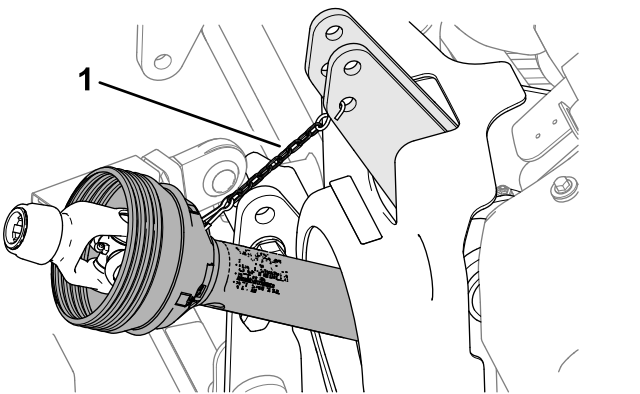

Рисунок 51
8. Используйте предохранительную цепь щитка для удерживания ведущего вала механизма отбора мощности, подсоединив цепь между щитком механизма отбора мощности и машиной (Рисунок 51).